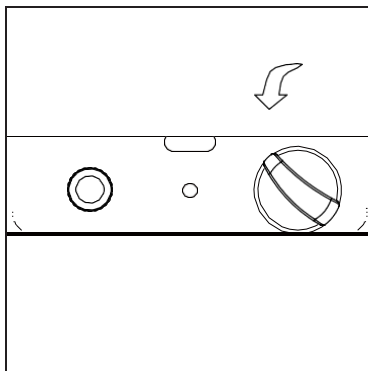

Рисунок 1
3. Нажмите на ручку и поверните её в положение PILOT (Рисунок 1).